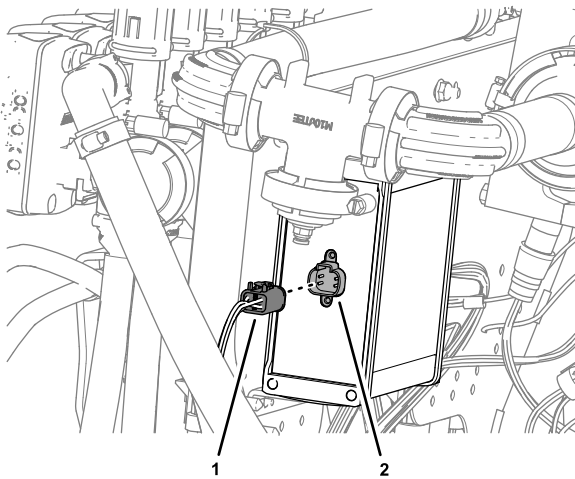

Figura 135
4. Inserte el conector hembra de 4 vías marcado TO ASC 10 en el conector de 4 pines del controlador de fumigación ASC 10 (Figura 135).